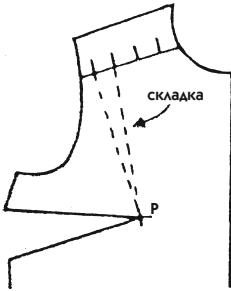

Рис. 542
- Укажите положение маленьких складок и разложите лекало на плоскости для выполнения двух переводов вытачки к засечкам складок, расположенным ближе к пройме (рис. 542).